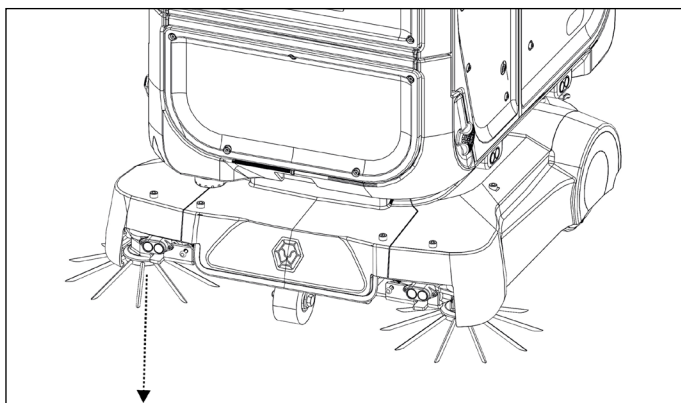
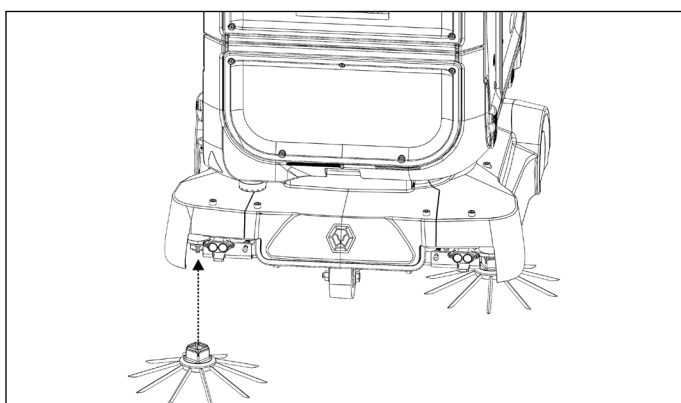

Afbeelding 75
Afbeelding 76
1. Druk de 2 knoppen volledig in om de onderste voorklep te verwijderen (afb. 75), (afb. 76).